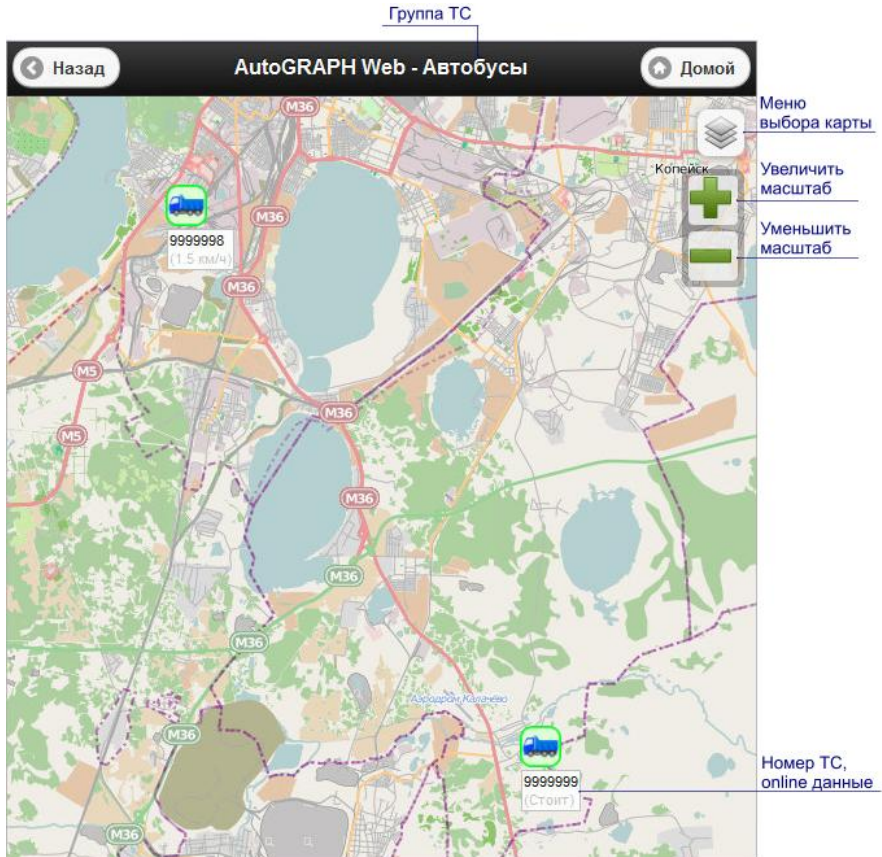

Рис.56 – Показать группу ТС на карте.
2.2. **Кнопка «На карту»** - кнопка позволяет перейти на карту для просмотра местоположения всех ТС в выбранной группе по их последним известным координатам (рис.56).